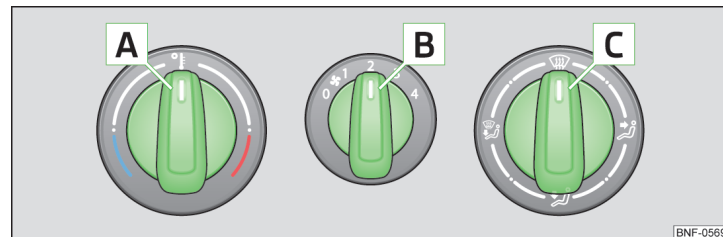
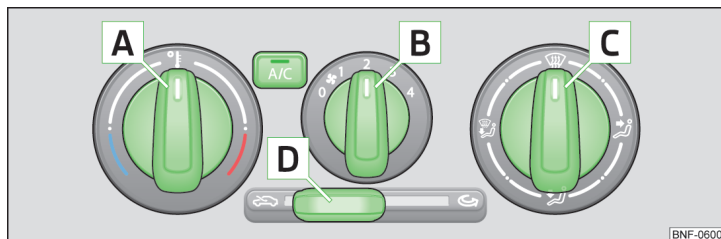

Fig. 75 Betjeningselementer til varme- og køleanlæg
Fig. 76 Betjeningsselementer til aircondition
De enkelte betjeningsselementers funktioner » Fig. 75 og » Fig. 76
- Forskyd skydeknapen **D** til positionen » Fig. 76 på side 70 for at **aktivere** recirkulationsfunktionen.